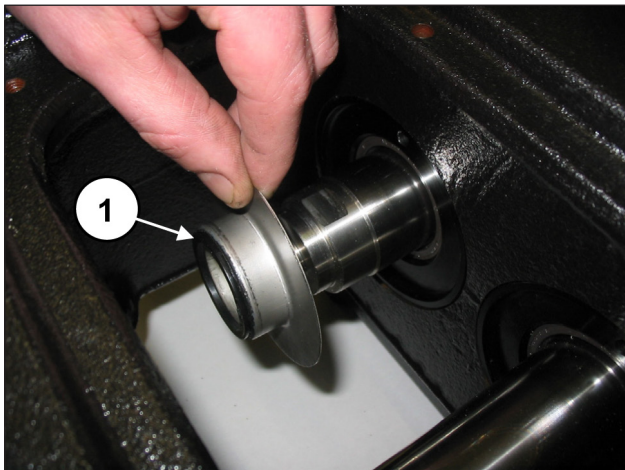
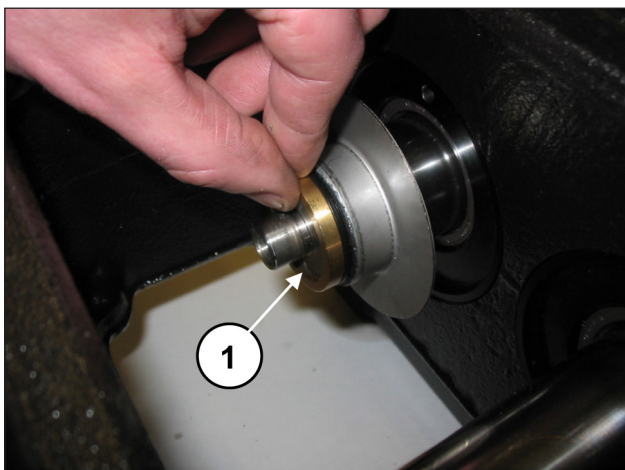

Abb. 97
Abb. 98
Montieren Sie den Spritzschutz und den Spritzschutz-Distanzring in die Aufnahme an der Kolbenführungsstange (Pos. ①, Abb. 97 und Abb. 98).